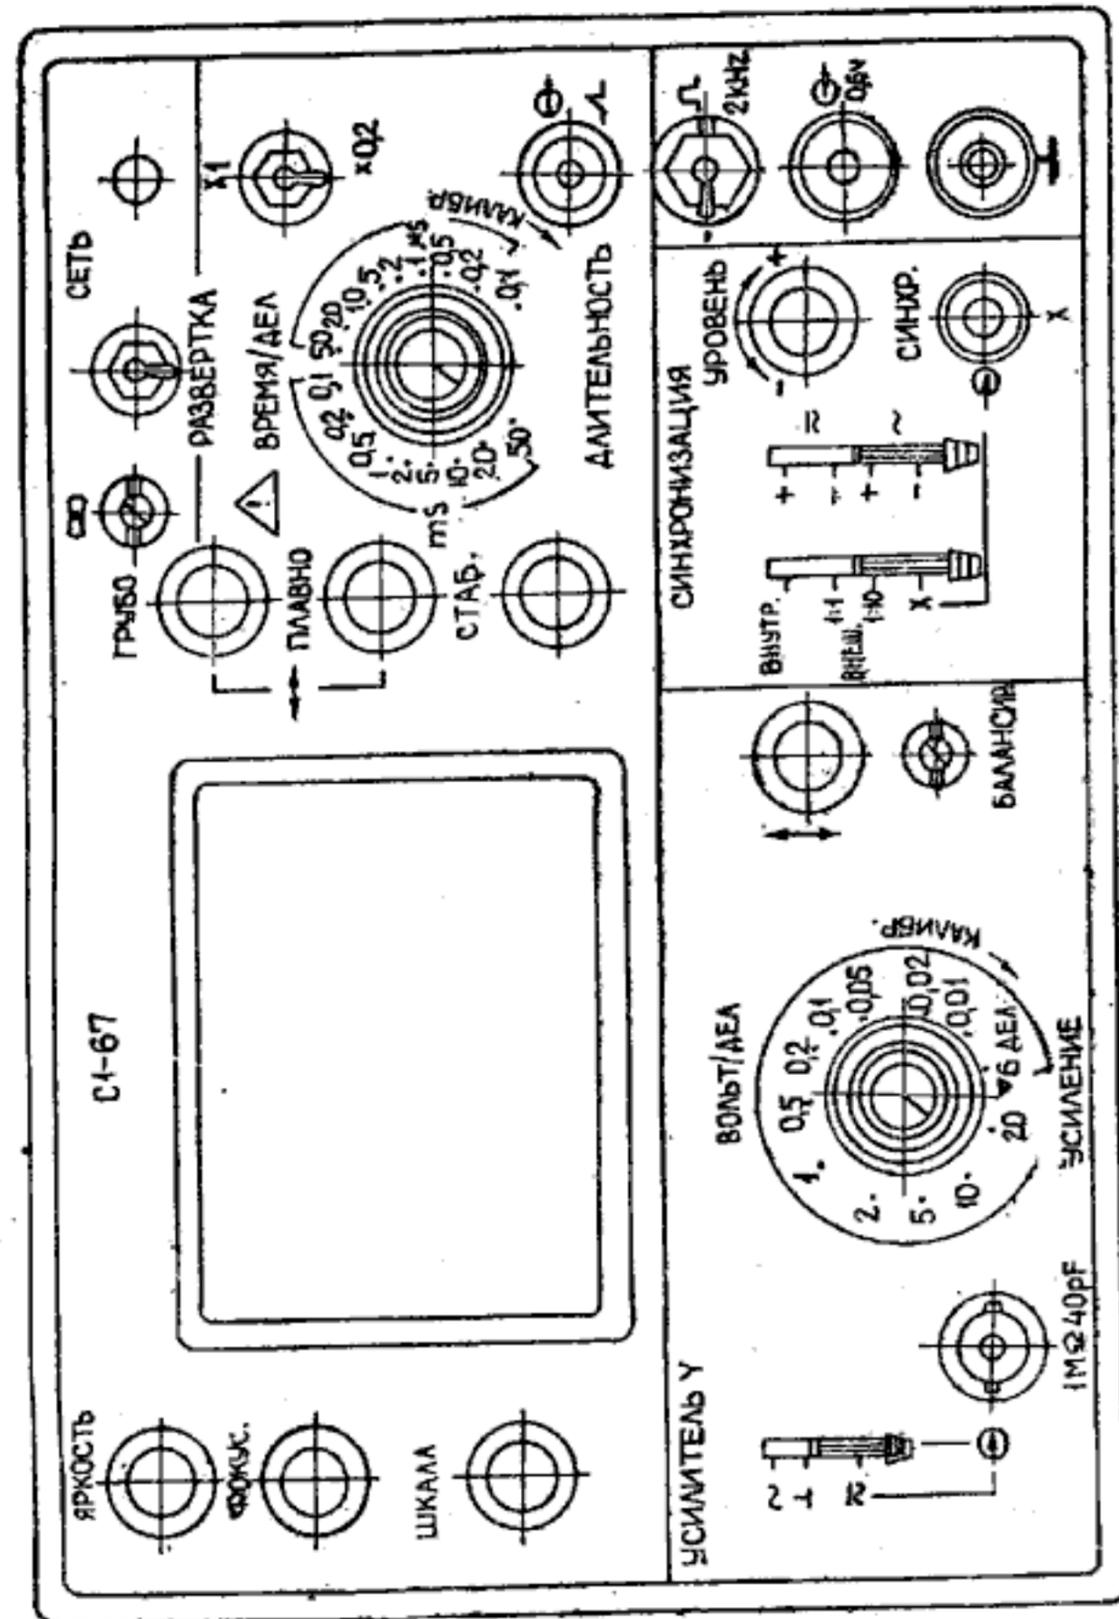

Рис. 13. Передняя панель прибора.
5.3.1. Органы управления (рис. 13), расположенные на лицевой панели, предназначены: